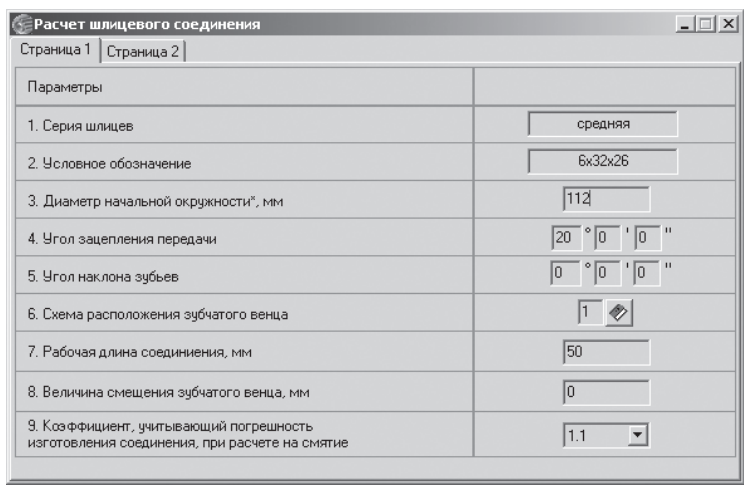

Рис. 3.31. Главное окно системы **Расчет шлицевого соединения** с открытой вкладкой **Страница 1**
- щелкните в начальном окне системы **Расчет шлицевого соединения** по кнопке **Проверочный расчет**. Появится главное окно системы **Расчет шлицевого соединения** с открытой вкладкой **Страница 1**, см. рис. 3.31;